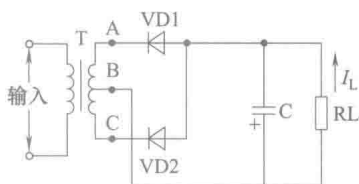

图 1-9 半桥式整流电路
(2) 全波整流电路 全波整流电路有“半桥式整流电路”和“全桥式整流电路”两种。
① 半桥式整流电路。图 1-9 是半桥式整流电路，电路变压器次级线圈两组匝数相等。在交流电正半周时，A 点的电位高于 B，而 B 点的电位又高于 C，则二极管 VD1 反偏截止，而 VD2 导通，电流由 B 点出发，自下而上地通过负载 RL，再经 VD2，由 C 点流回次级线圈。在交流电负半周时，C 点的电位高于 B，而 B 点的电位又高于 A，故二极管 VD1 导通，而 VD2 截止。电流仍由 B 点的自下而上地通过 RL，但经过 VD1 回到次级的另一组线圈。这个电路中，交流电的正、负半周，都有电流自下而上地通过，则叫做全波整流电路。此种电路的优点是市电利用率高，缺点是变压器利用率低。